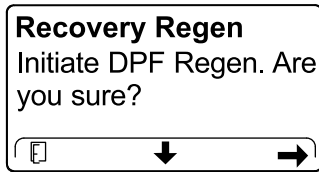

Figure 61
4. Sur l'écran INITIATE DPF REGEN (lancer régén. du FAP), appuyez sur le bouton droit pour continuer (Figure 61).